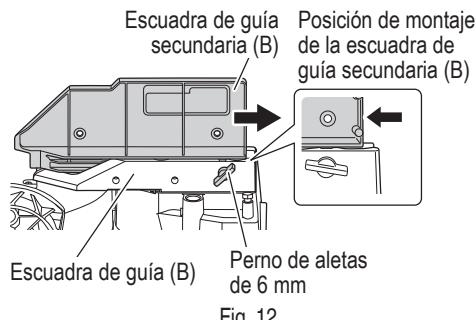

Fig. 12
Cuando corte en bisel hacia la izquierda, afloje el perno de aletas de 6 mm, luego deslice la guía auxiliar (B) hacia afuera, como se indica en la Fig. 12.
En el caso del corte en ángulo directo y el corte en ángulo a bisel derecho, deslice hacia adentro hasta alcanzar la posición donde la escuadra de guía secundaria (B) hace tope y fíjela con un perno de aletas de 6 mm. (como se muestra en la Fig. 12).
Cuando cambie el ajuste, rote los tornillos de fijación de 8 mm para cambiar su altura (Fig. 13-a, Fig. 13-b). Al cambiar el ángulo a bisel izquierdo de 45°, afloje el perno de aletas de 6 mm mostrado en la Fig. 12, deslice la escuadra de guía secundaria (B) hacia afuera e incline el cabezal del motor hacia la izquierda.